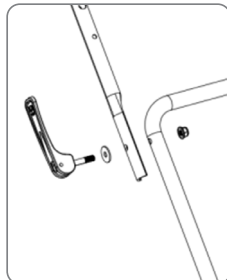

Abb. 2
2. Montieren Sie den oberen Lenker auf den unteren Lenker. Führen Sie den Schnellverschlussbolzen durch die flache Ø8 Unterscheibe, verbinden Sie dann den oberen und unteren Lenker miteinander und ziehen Sie sie mit einer M8 Mutter bis zu einem bestimmten Grad fest (Abb. 2).